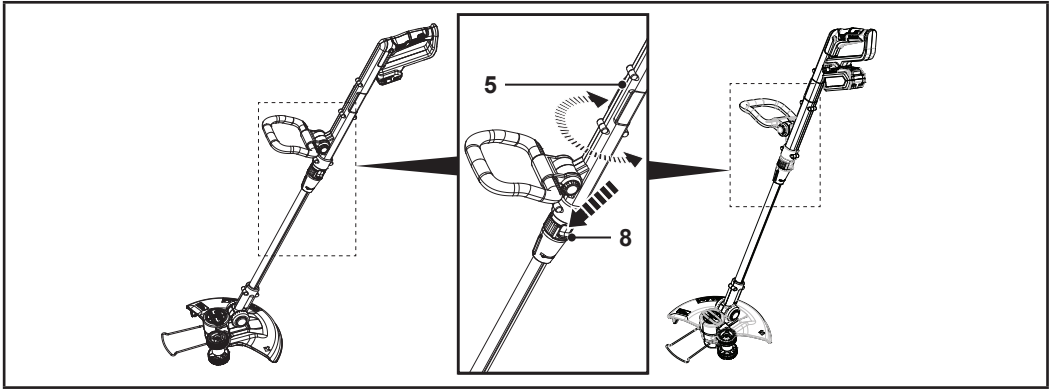

Fig. 7
1. Empuje hacia abajo el bloqueo de ajuste del ángulo (8) (Fig. 7).
2. Gire 90° la barra superior (5) (Fig. 7).
3. Suelte el bloqueo de ajuste del ángulo (8).
4. Asegúrese de que la barra superior (5) queda bloqueada en su posición.